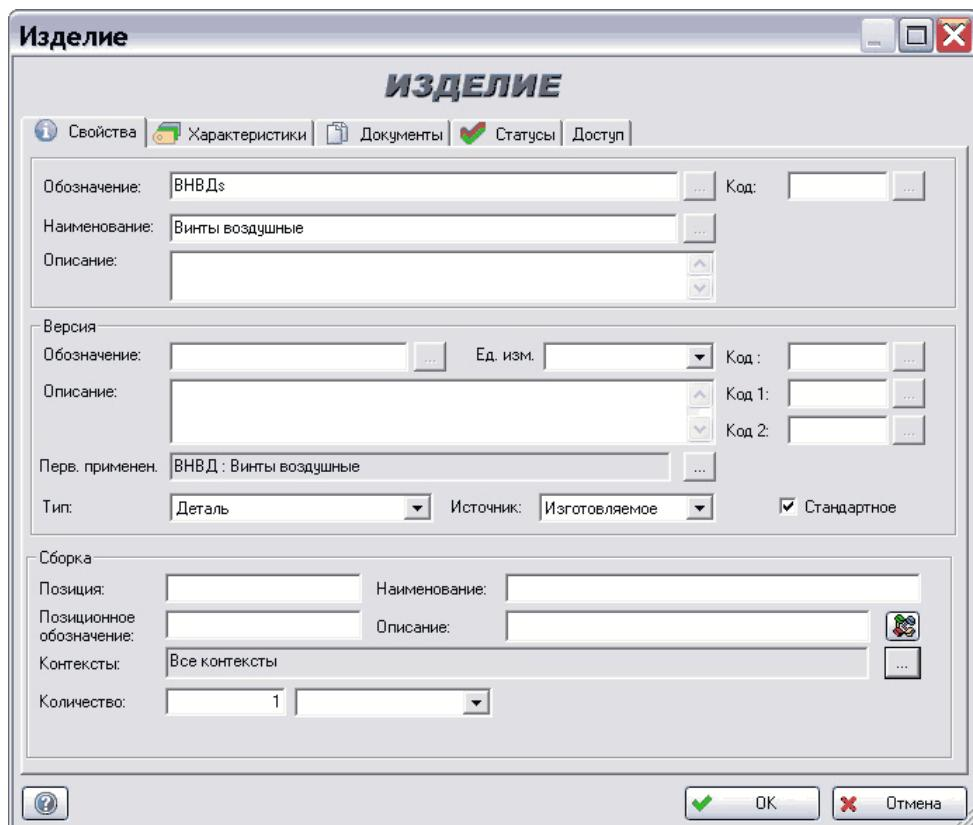

Рис. 49
3. В появившемся окне **Изделие** нажмите кнопку справа от поля **Контексты** (Рис. 49).
1. Откройте окно свойств версии изделия, входящей в состав (Рис. 49), и нажмите на кнопку **...** справа от поля **Контексты**.